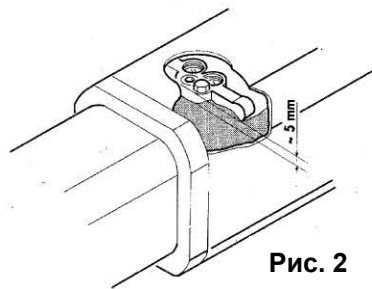

Рис. 2
- Регулярно проверяйте уровень масла: необходимый уровень масла – на 5 мм ниже поверхности настроечных винтов (Рис. 2). Ежегодная проверка достаточна для неинтенсивной эксплуатации. Для интенсивной эксплуатации проверку необходимо проводить каждые 6-8 месяцев.